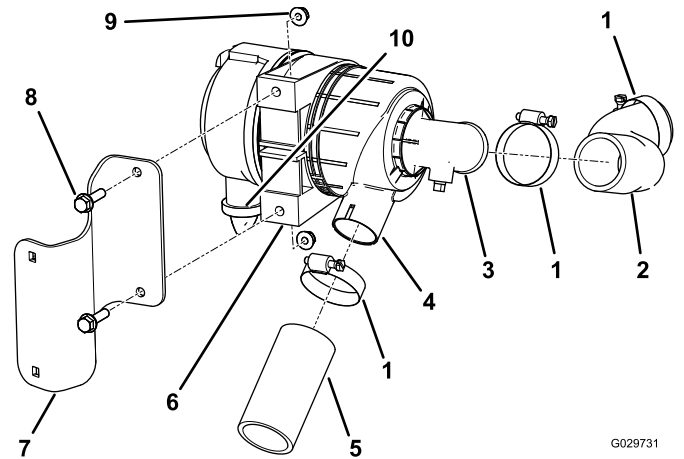

図 4
5. ホースクランプを使って、新しい長いホースを、既存のエアフィルタアセンブリの90度フィッティングに仮止めする 図 4。
6. エアフィルタハウジングの統合ポートに短いホースを接続して、クランプで固定する 図 4。
7. 固定ストラップを 図 4 のように配置する。